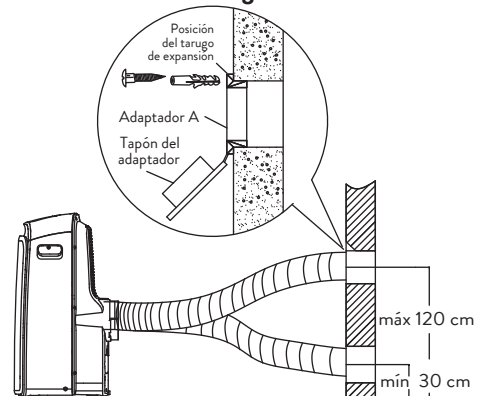

Fig. 14
1. Hacer un agujero en la pared. Instalar el adaptador A de Escape de pared sobre la pared (exterior) utilizando 4 tarugos de expansión y tornillos de madera, asegurarse de fijarlos completamente. (Ver Fig. 14).